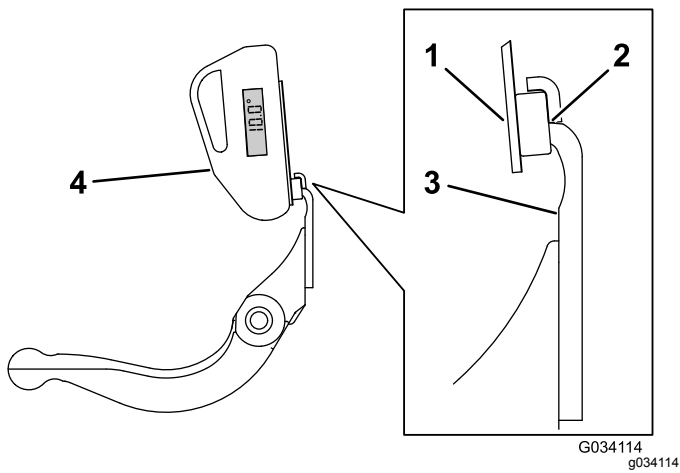

図 26
3. 傾斜計マウントのマグネットのエッジがベッドナイフのエッジに密着するように、ベッドナイフのエッジに傾斜計マウントをセットする 図 26。
4. 図 26 に示すようにマウントに傾斜計を取り付ける。